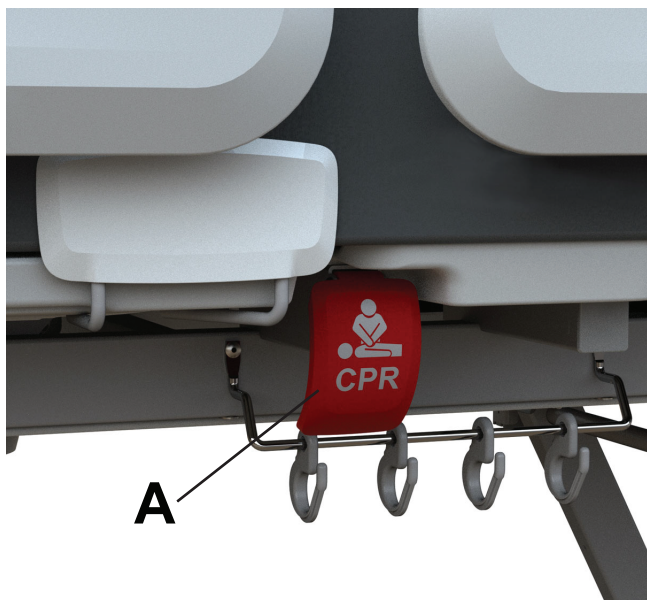

Рисунок 17 – Активация рычага освобождения для СЛР
Два рычага освобождения для перевода в положение СЛР (А) находятся слева и справа в коленном участке кушетки (Рисунок 17).
1. Процедура использования рычага освобождения для перевода в положение СЛР (А) (Рисунок 17).